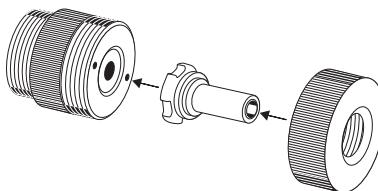

Figure 1
2. Introduire l'expanseur à usage multiple (F) avec la colletette tournée vers la machine dans la tête amovible (E) comme indiqué en figure 1. Visser le collier de serrage (G). Visser la tête amovible dans la machine à emboîture BE32 18 V (fig. 2), et introduire la matrice d'emboîture (H) jusqu'à la butée.